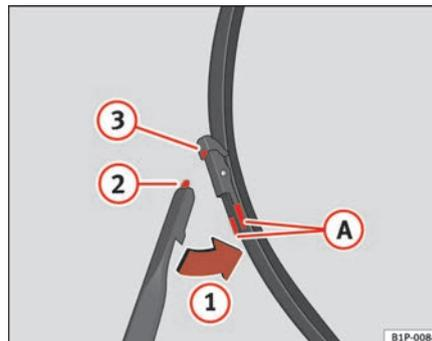

Fig. 148 Sostituzione delle spazzole dei tergicristalli
- Premere i pulsanti laterali **A** e liberare la spazzola spostandola nel senso della freccia **1** ⇒ fig. 148. ▶
⇒ pag. 224, fig. 148
- Spostare la spazzola verso il braccio in senso contrario a quello della freccia ①, fino a sentire un click. ⇒ pag. 224, fig. 148